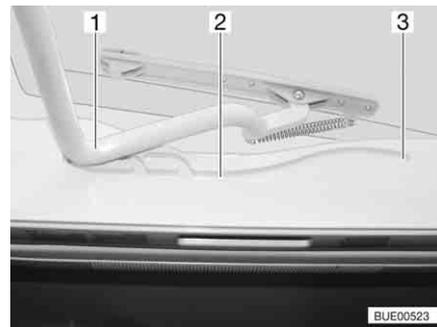

Bild 66 Heki-Dachhaube, Führung
- Den Bügel (Bild 66,1) in den Führungen (Bild 66,2) bis in die hinterste Position (Bild 66,3) ziehen.
- Den Bügel (Bild 66,1) mit beiden Händen leicht nach oben drücken.
- Den Bügel in den Führungen (Bild 66,2) bis zur gewünschten Stellung ziehen.